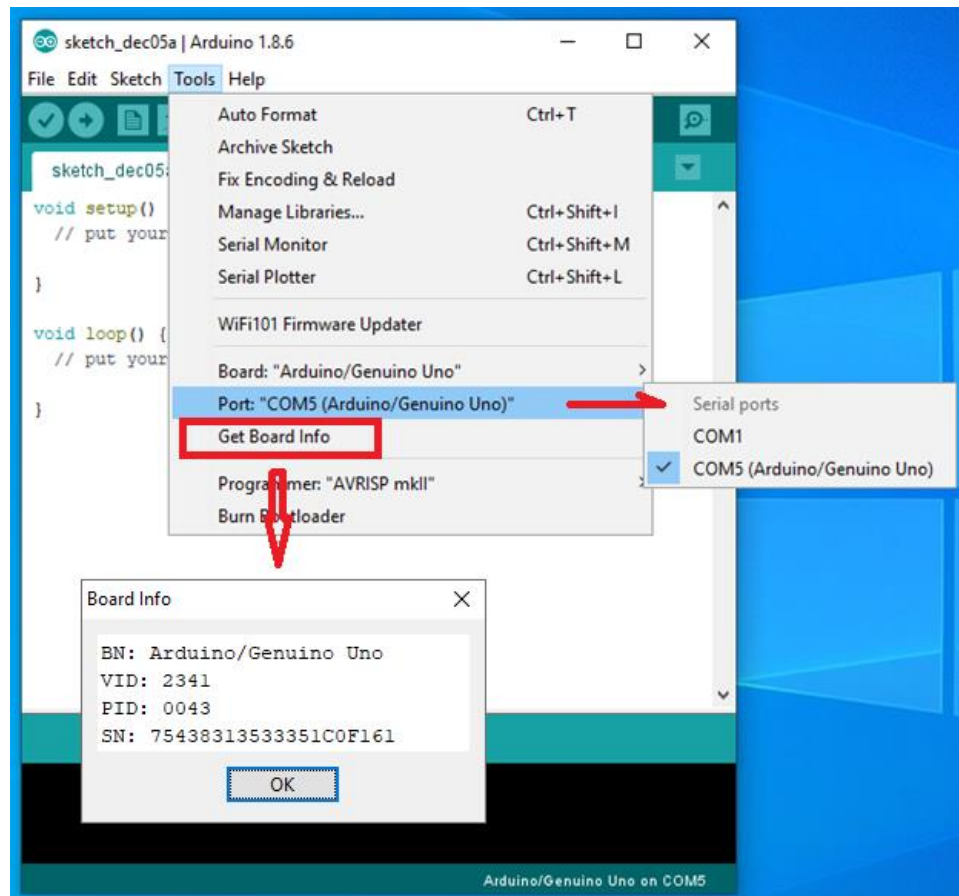

图3. 检查USB连接是否正常
2. **USB**连接后在PC上被称为 Serial Port COMx. 比如在我的电脑上**USB**插上后被自动定义为 COM5. (图3)
3. 图3显示如何检查USB连接是否正常和显示当前**UNO R3**板的有关信息.